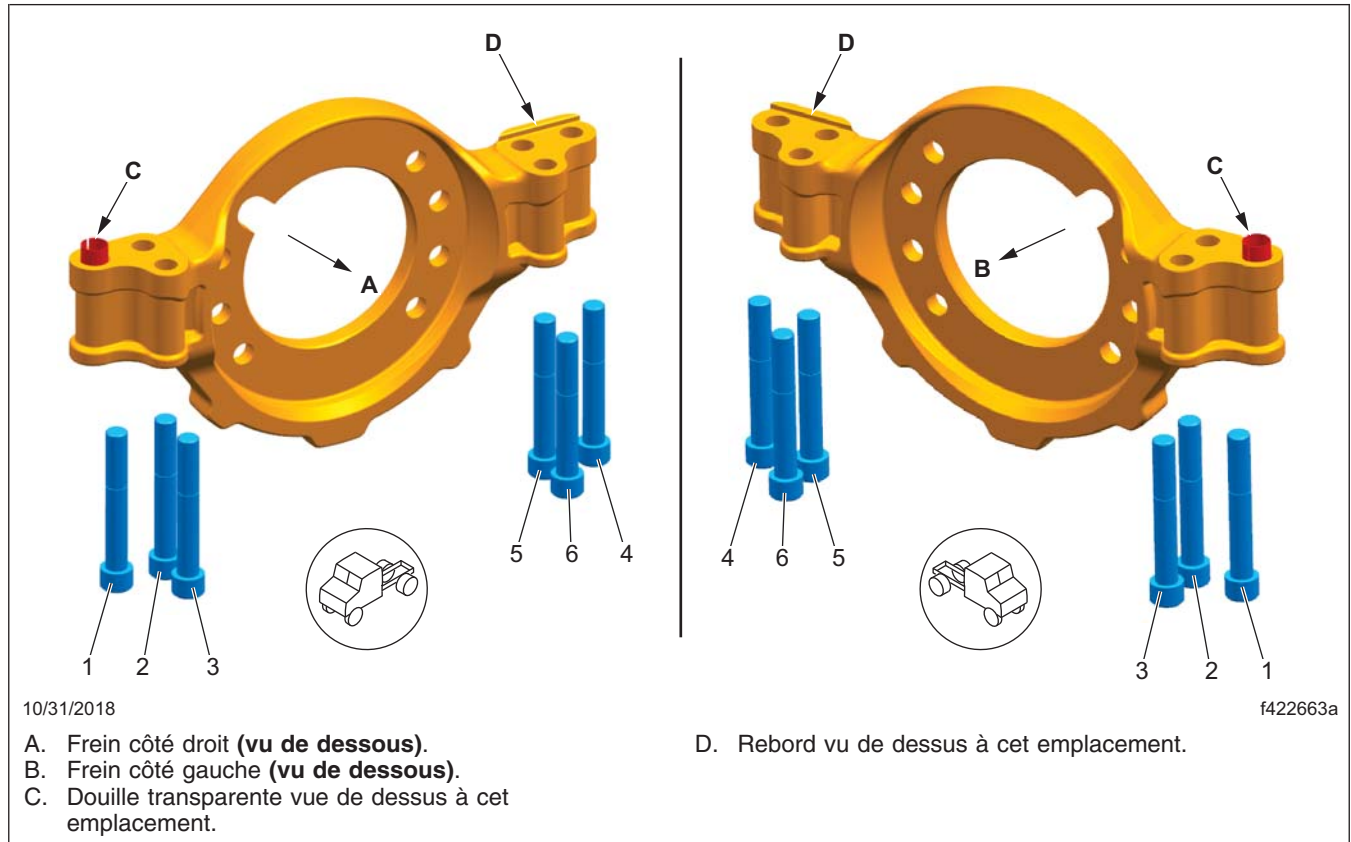

Fig. 5, Ordre de serrage (vue de dessous), étrier Bendix à montage radial
10. Serrez les boulons de fixation du support en deux étapes, en appliquant la séquence indiquée sur la figure 5.